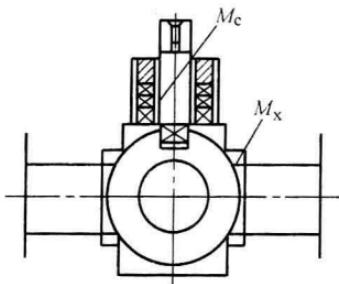

图 1-3 球形
3) 球形：关闭件是球体，围绕本身的轴线旋转，如图 1-3 所示。